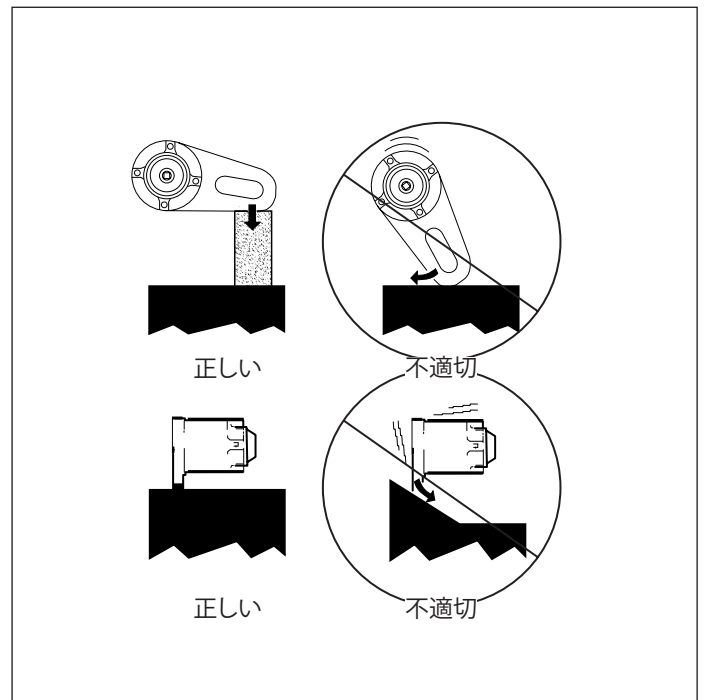

図7 - 反力支持部は、反力作用点に対して直角に配置する
4. 反力プレートモデルの場合:適切なサイズのソケットをスレーブスクエアドライブに合わせ、隣接する締結部品に取り付けます。反力バーモデルの場合:反力バーを適切な物体にしっかりとあてがいます。注意:締結部品にソケットを適切に位置決めしたときに、反力バーはトルクを掛ける締結部品に対して直角にならなければなりません(図7)。トルクマルチプライヤーの反力に関する詳細は、セクション10.0のアプリケーション情報を参照してください。